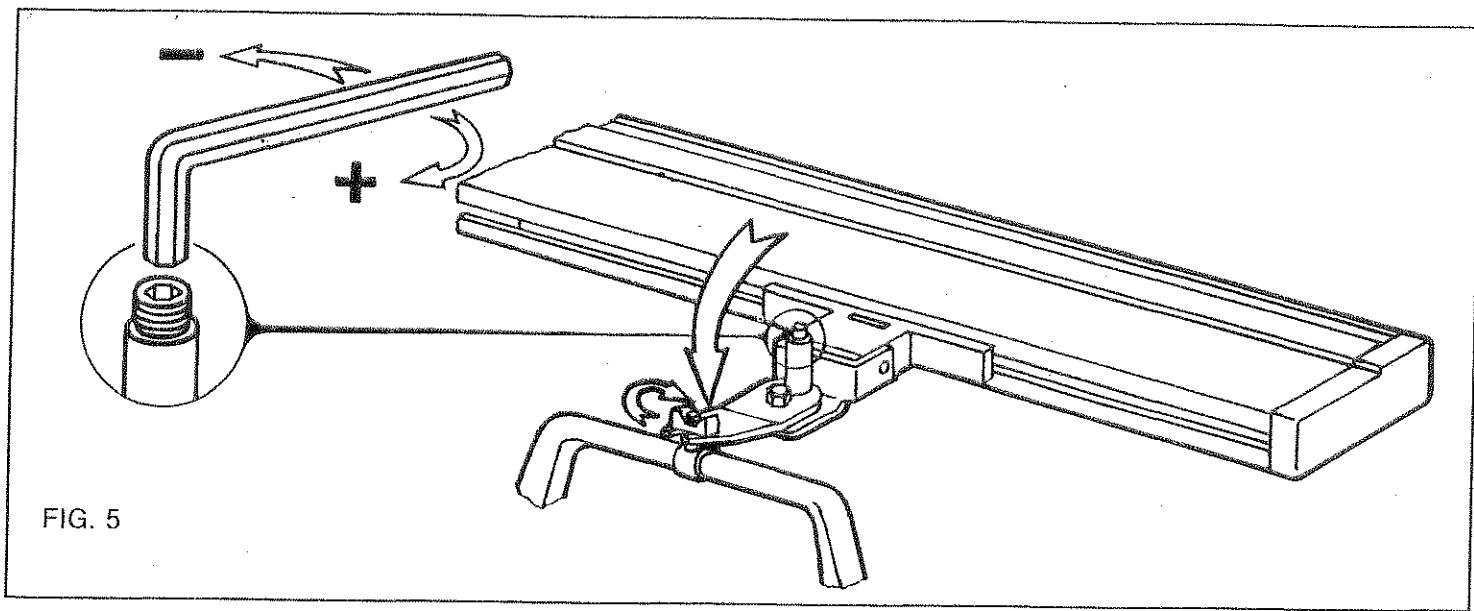
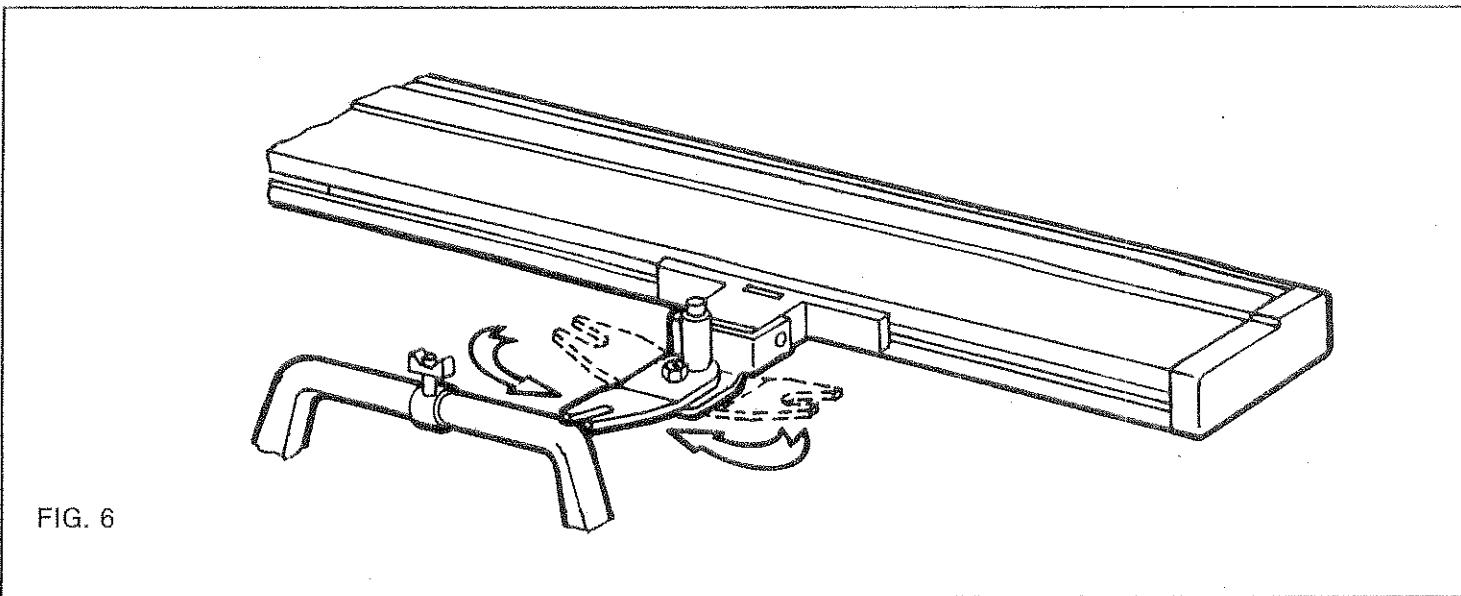

FIG. 5
FIG. 6
Um den Motor einzusetzen, ist der Metallhebel abzusenken und der Griff, wie in Abb. 5 gezeigt, zu drehen.
*Pour connecter le chariot au moteur, abaissez la patte métallique. Tournez le papillon du collier d'assemblage (voir fig. 5).*
Zur Abnahme des Motors ist der Griff zu drehen und der Metallhebel, wie in Abb. 6, anzuheben. Der Motor trennt sich automatisch vom Strickwagen, wenn dieser klemmen sollte. Sollte der Motor, ohne das vorgenannte Auslösemoment ausklinken, muss mit dem dafür vorgesehenen Schlüssel, wie in Abb. 6, vorgegangen werden. Die Ausklinkautomatik reagiert mehr oder weniger empfindlich, d.h. dreht man den Schlüssel nach rechts (+), erhöht sich die Widerstandskraft gegen das Ausklinken, dreht man ihn nach links (—) verringert sich der Ausklinkwiderstand. Um die Ausklinkautomatik nicht wirkungslos zu machen, darf der Schlüssel nicht zu weit nach rechts (+) gedreht werden. Nach rechts (+) sollte er nur dann gedreht werden, wenn der Motor auch ohne die vorgenannten Ursachen ausklinkt. Wenn der Motor automatisch ausklinkt, ist sicherzustellen, dass der Strickwagen gängig ist bevor man die entsprechende Schraube betätigt. Zum Wiedereinsetzen des Motors muss der Hebel wieder in Mittelstellung gebracht werden ,dann ist, wie in Abb. 5 gezeigt, vorzugehen.
*Pour dégager le chariot du moteur, tournez le papillon et relevez la patte métallique (voir fig. 6). Le moteur se séparera automatiquement du chariot en cas de blocage ou d'erreur de manipulation. Si le moteur se détache sans raison, utilisez la clé comme indiqué sur la fig. 5. La sécurité est plus ou moins sensible. Si vous tournez vers la droite (+); si vous tournez vers la gauche (—), vous diminuez la sécurité. Pour ne pas bloquer la sécurité et annuler son effet, ne serrez pas excessivement vers la droite (+). Reserrez légèrement si le chariot se dégage sans raison. Lorsque le moteur déclenche automatiquement, avant de modifier le réglage, vérifiez que le chariot ne soit pas bloqué. Amenez la patte métallique au centre pour réassembler le moteur et procédez comme indiqué sur la fig. 5.*